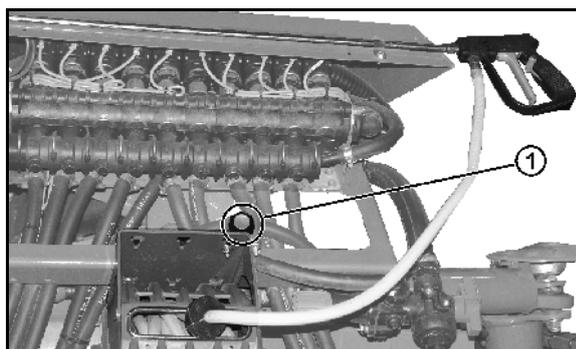

Fig. 118
- permite que el líquido circule de forma continua en el conducto de pulverización cuando está conectado. Para ello cada anchura parcial tiene asignada una manguera de conexión de lavado (Fig. 118/1);
- Una manguera de conexión de lavado (Fig. 118/1) por cada anchura parcial.